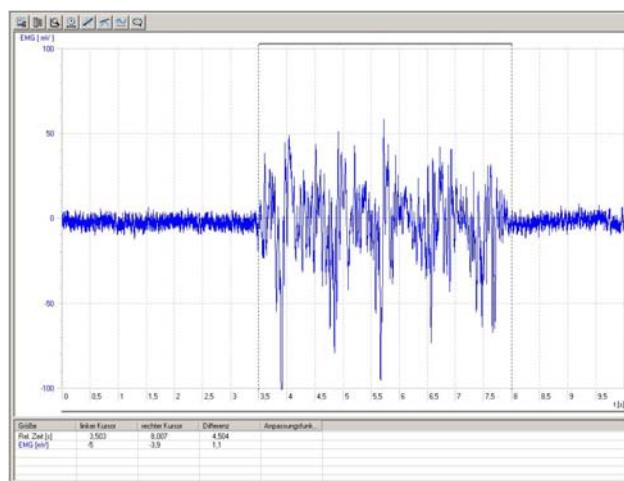

Fig. 4 EMG delle contrazioni muscolari del braccio sinistro; fasi di riposo e di attività in alternanza
- Avviare il template e tracciare la curva di misura dell'elettromiogramma (fig. 4).